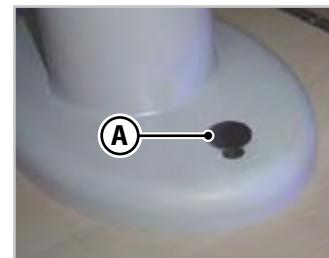

Fig.6.21 - Perna telescópica
1. Premir com o pé o botão (A - Fig.6.21) situado na base da mesa.